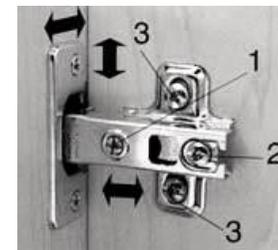

Рис.11 Схема регулировки четырёхшарнирной петли
13. Навесить и отрегулировать двери (рис. 11), закрепить ручку винтами М4x22.